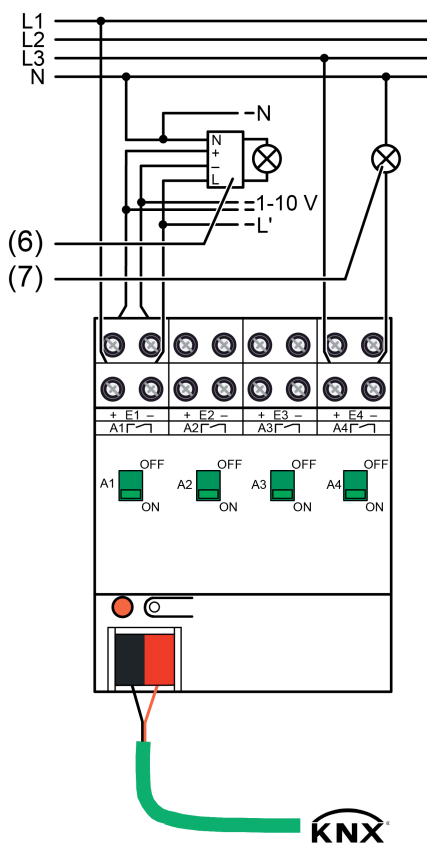

Bild 2: Anschlussbeispiel
- Lampenbetriebsgeräte (6) und optional weitere Verbraucher (7) gemäß Anschlussbild anschließen (Bild 2).